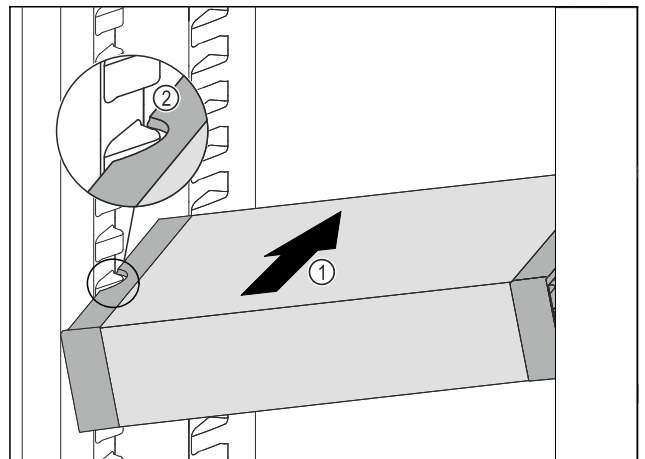

Fig. 75
- ▶ VarioSafe gurajte koso u hladnjak Fig. 75 (1) sve dok se bočni otvori Fig. 75 (2) ladice VarioSafe ne nađu na visini žlijeba spremnika u hladnjaku.